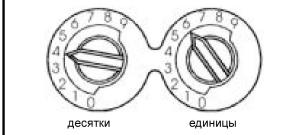

Рис. 1. Декадные переключатели адреса извещателя
1. Установите адрес извещателя на двух круговых декадных переключателях (рис. 1), выбирая номера от 01 до 99. Запишите номер адреса извещателя на этикете соответствующей базы.